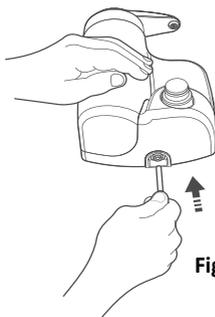

Fig. 05
- Após isto, conecte a outra extremidade da mangueira na parte traseira do produto no local indicado como entrada. (Fig. 05)